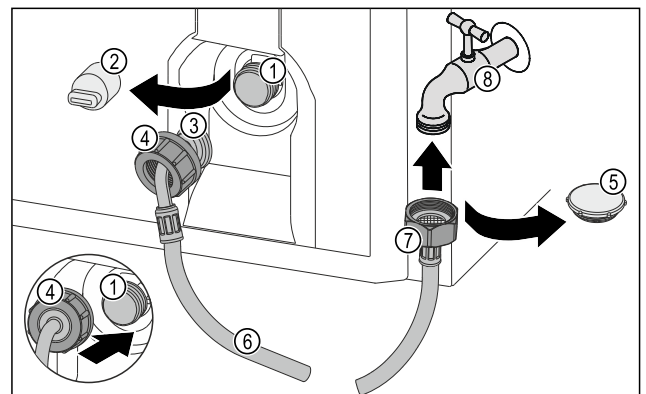

Fig. 23
- ▶ Verschlusskappe Fig. 23 (5) entfernen.
- ▶ Gerades Schlauchende Fig. 23 (7) am Wasserhahn Fig. 23 (8) ansetzen.
- ▶ Mutter am geraden Schlauchende *Fig. 23 (7)* im Uhrzeigersinn festziehen.